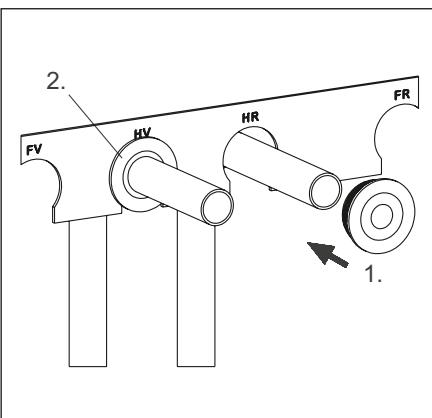

Fig. 8 Vue frontale, gabarit de montage
Un gabarit de montage avec des douilles à collarette pour la fixation de la tuyauterie est livré avec le raccord «Multiblock T-RTL». Après avoir réalisé les saignées murales, fixer le gabarit de montage de façon précise sur le mur brut à l'aide de vis (non jointes à la livraison). Lors du montage veiller à la pose parallèle des tubes. Fixer les tubes saillants à l'aide des douilles à collarette jointes (fig. 8):
- Introduire la douille à collarette dans la cavité du gabarit de montage et la pousser jusqu'en butée. Enduire ensuite le mur. Ne pas enduire la saignée murale car la tuyauterie pour le circuit de surface chauffante sera seulement posée après le plâtrage des murs. Fixer ensuite la tuyauterie pour le circuit de surface chauffante dans le gabarit de montage selon le même principe (fig. 8).